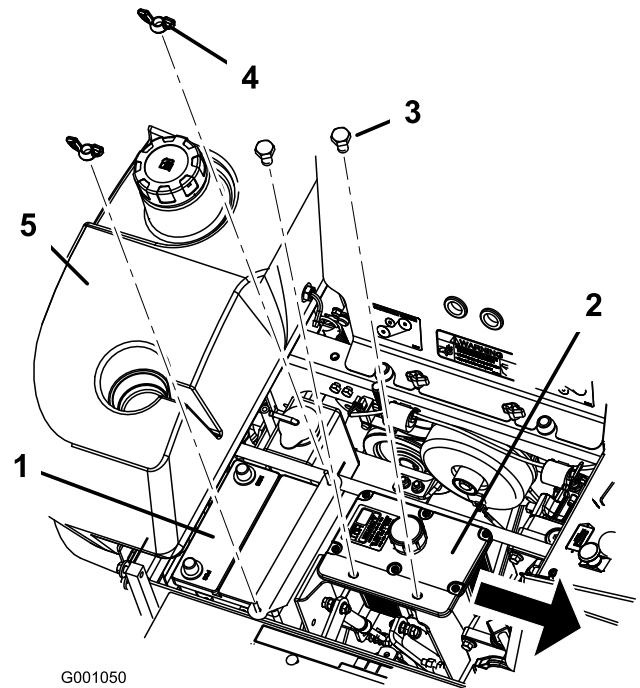

Figure 51
6. Retirez les deux écrous papillons (1/4") qui fixent la barrette de maintien de la batterie (Figure 51).
7. Retirez les deux boulons de fixation du réservoir hydraulique (Figure 51).
1. Placez la batterie dans son support en tournant les bornes à l'opposé du réservoir hydraulique (Figure 51).
6. Fixez la batterie en position avec des boulons en J, une barrette de maintien et 2 rondelles (1/4"), ainsi que 2 écrous papillons (1/4") (Figure 51).